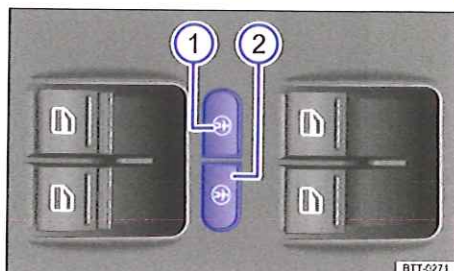

Fig. 41 Dans le revêtement de la porte du conducteur : touches de la sécurité enfants électrique.
La touche gauche → fig. 41 ① active la sécurité enfants arrière gauche et la touche droite ② la sécurité enfants arrière droite.
Mise en marche :	Appuyez sur la touche gauche ou la touche droite → fig. 41.